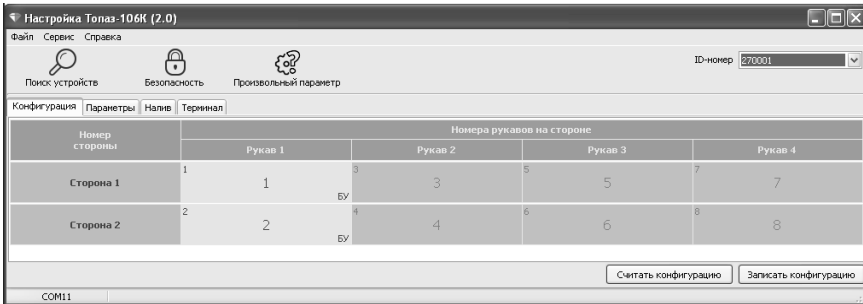

Рисунок 2
6.2 На вкладке "Конфигурация" производится настройка сетевых адресов и режимов работы рукавов устройства по их ID-номерам. Для настройки необходимо считать параметры из устройства кнопкой "Считать конфигурацию" (рисунок 2).